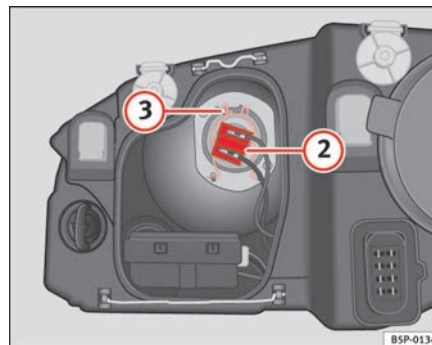

Abb. 188 Abblendlicht
- Ziehen Sie den Stecker ⇒ Seite 266, Abb. 188 ② von der Lampe ab.
- Die Haltefeder ⇒ Seite 266, Abb. 188 ③ durch Eindrücken und Rechtsdrehung abnehmen.